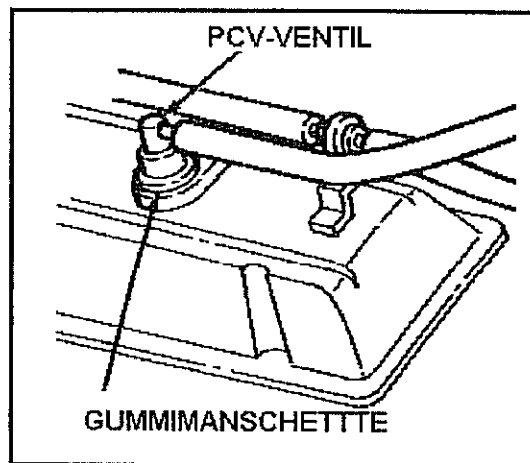

Abb. 4-4 PCV-Ventil
- Motor abstellen und PCV-Ventil entfernen. Siehe Abb. 4-4. Ventil schütteln und auf das Hin- und Herschlagen der Nadel des Rückschlagventils hören. Ist ein derartiges Geräusch nicht zu vernehmen, so ist das Ventil defekt und muß ersetzt werden.